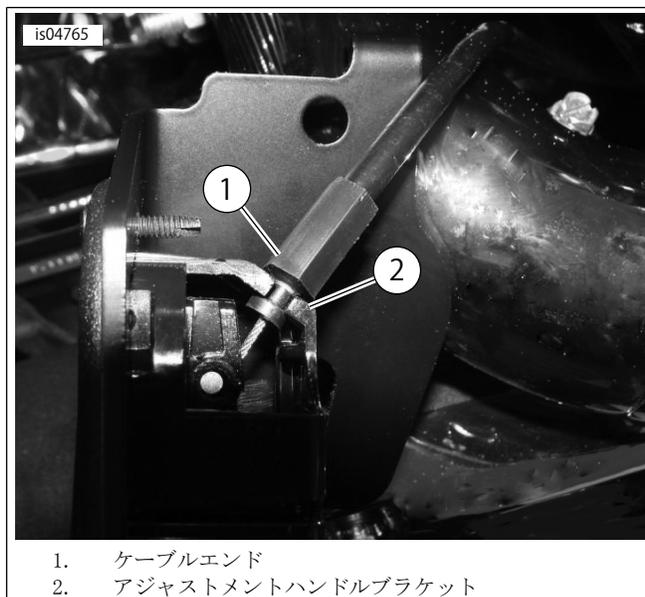

図7。シートアジャストメントケーブルの位置(取り付け済ハンドルの下から見た図)
6. 「図7」を参照。バックレストケーブルの取り回し前に、ケーブルの端(1)がブラケット(2)に固定されていることを確認します。
13. 「図7」を参照。バックレストケーブルの取り回し前に、ケーブルの端(1)がブラケット(2)に固定されていることを確認します。
9. 「図7」を参照。バックレストケーブルの取り回し前に、ケーブルの端(1)がブラケット(2)に固定されていることを確認します。